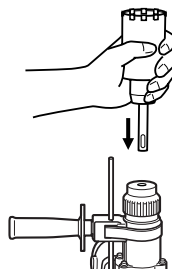

Fig. 14
- (2) Montar la espiga de la barrena tubular en el martillo giratorio. (Fig. 14)